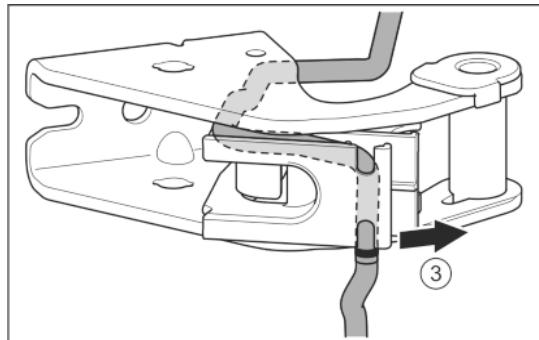

Fig. 29
- Высвободить кабель из направляющей. Fig. 29 (3)